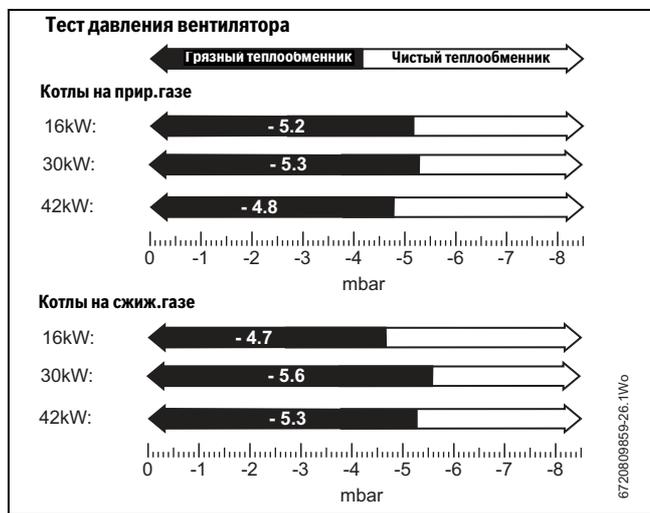

Рис. 50 Показания управляющего давления вентилятора
- ▶ Давление будет отрицательным; см. график на рис. 50 ниже.